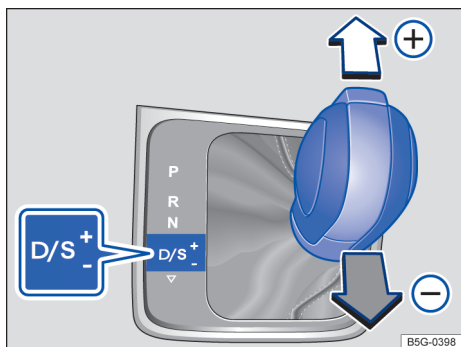

Fig. 126 Alavanca seletora na posição Tiptronic (veículos com direção à esquerda). Veículos com direção à direita são espelhados.
- Mover a alavanca seletora para frente (+) ou para trás (-) para aumentar ou diminuir a marcha → Fig. 126.